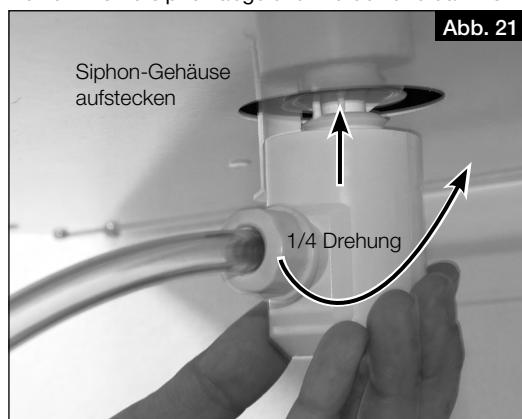

Abb. 21
5. Siphon-Gehäuse aufstecken und mit einer 1/4-Drehung im Befestigungsteil einrasten lassen (s. Abb. 21). Darauf achten, dass die Schwimmerkugel lose im Gehäuse liegt!